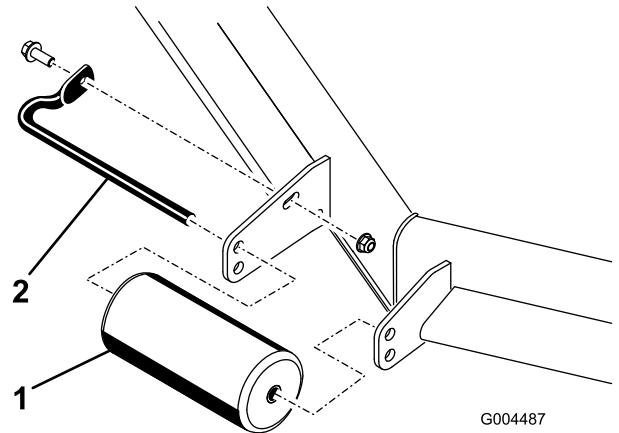
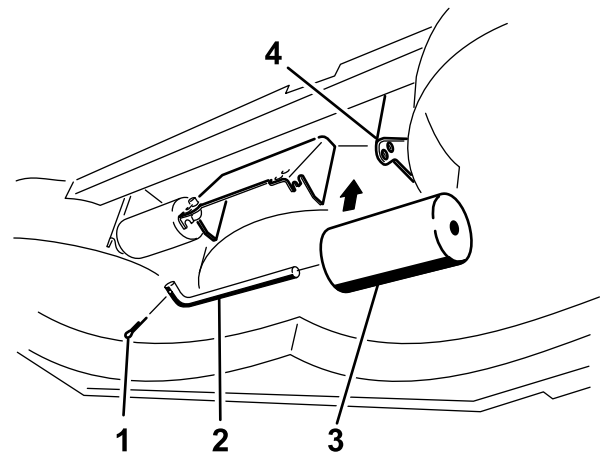

図 24
図 28
4. デッキのローラを固定しているボルトナット類を外して、ローラの高さを調整する使用するデッキのタイプに合わせて 図 24 から 図 28 を参照。